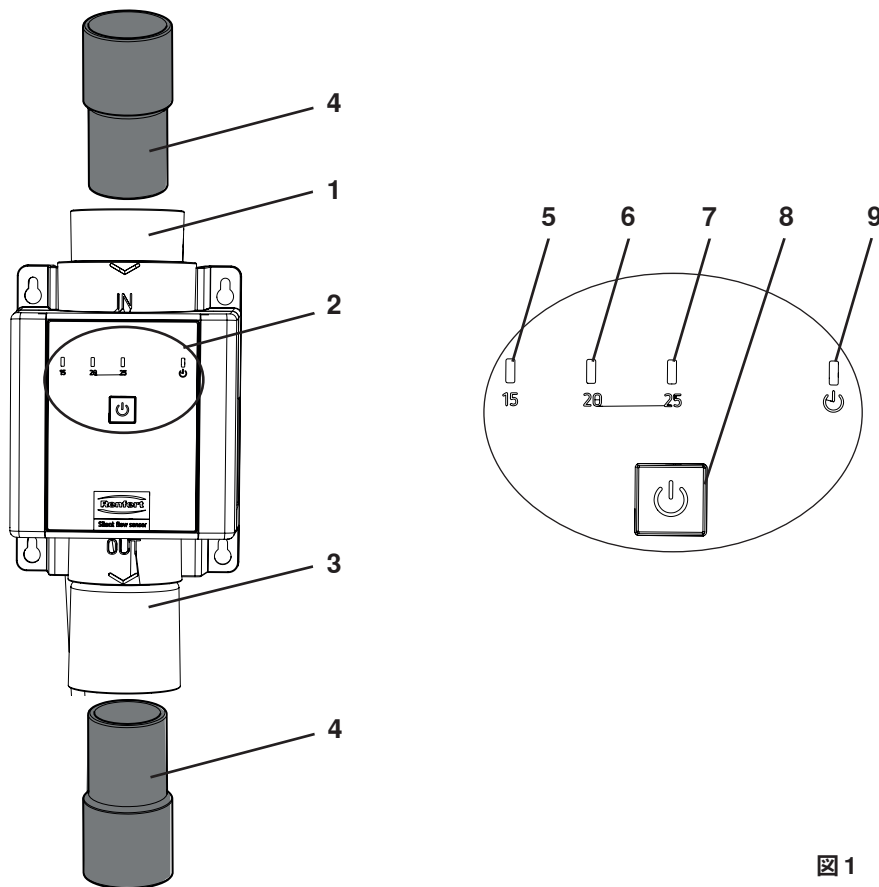
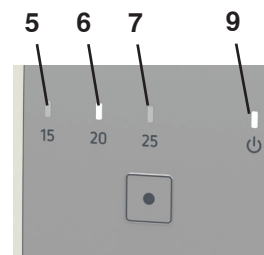

図 1
図4
- ◆ 緑色の操作インジケータ（9、図4）が素早く点滅します。
- ◆ 定義されたしきい値の黄色いインジケータが点灯します（5、6、7、図4）。
- ◆ 緑色の操作インジケータ（9、図4）が点灯します。
SILENTフローセンサーが吸引点の流量を検出すると、緑色の運転ランプがゆっくり点滅します (9 図1)。流量が定義されたしきい値より大きい間は、対応するインジケータが点灯したままとなります (5、6、7、図4)。